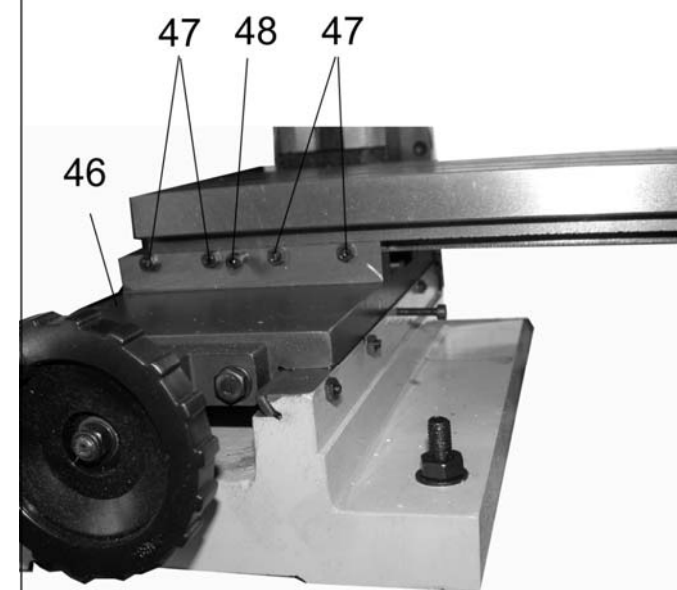

Рис.6
10.1.8. Зафиксируйте положение рабочего стола (23) поворотом по часовой стрелке болта фиксации поперечного перемещения рабочего стола (48), Рис. 6.